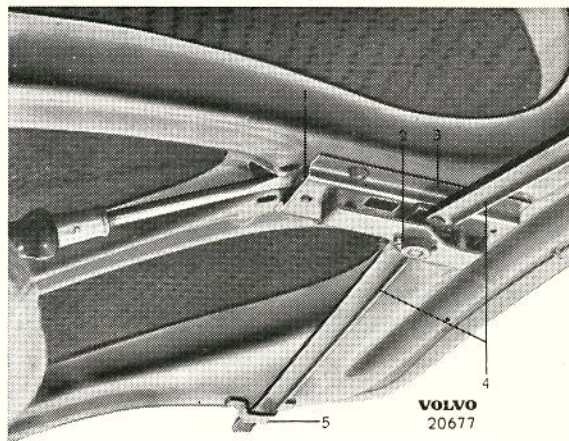

Bild 25. Demontering av låscylinder
Om hårdare anliggning önskas mot gummitätningen vid nedre kanten och sidornas nedre del, ändras detta, genom att man med en tennslägga driver låsstängernas (4 bild 25) till yttre ända och ledskenorna (5) mot luckan.
Låsanordningen är fäst med fyra skruvar vid luckans inre plåt. Handtaget kvarhålls av en saxpinne (2). Låscylindern fasthålls av en skruv (1) åtkomlig med en skruvmejsel från luckans undersida, se bild 25.